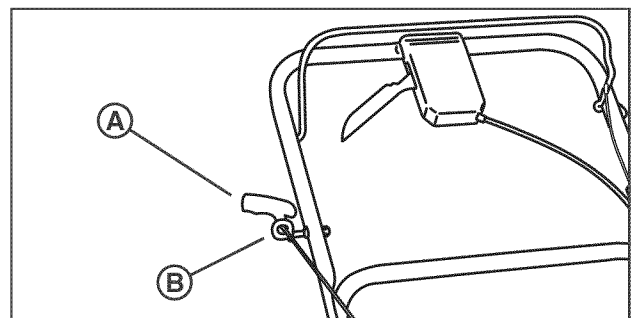

Figure 3: Attacher le levier du lanceur
6. Maintenir le levier d'arrêt du moteur près de la poignée. (Consultez la section intitulée « Levier d'arrêt du moteur »). Tirer lentement le levier du lanceur (A, Figure 3). Afin de fixer le levier du lanceur au guide-câble (B), tourner le cordon autour du guide-câble qui est placé sur le côté droit de la poignée.